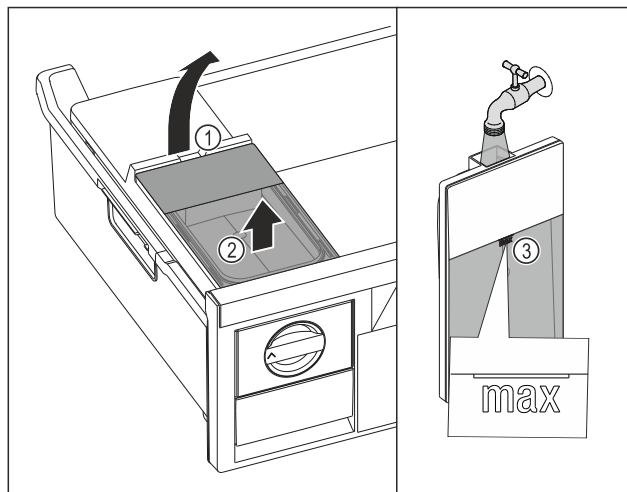

Fig. 128
- Поднимите бак для воды за выемку Fig. 128 (1).
- Извлеките бак для воды движением вверх Fig. 128 (2)
- Наполните бак для воды питьевой водой до отметки Fig. 128 (3).